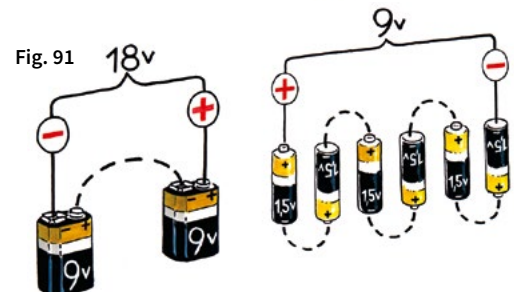

Fig. 91
a) Lors de l'expérience n.72, nous avons vu le contenu d'une pile. Nous avons constaté qu'elle contient 6 éléments. La barre de charbon constitue l'électrode positive, le zinc est l'électrode négative, de même que la solution de sel d'ammoniaque qui constitue l'électrolyte. L'oxyde de manganèse y travaille comme dépolarisant. Les éléments de la pile sont reliés en série. Chaque élément fournit une tension de 1,5V. La pile entière fournit donc $6 \times 1,5 = 9V$ (fig. 91, à gauche).
b) Si nous mettons en série 2 piles (fig. 91, à droite), cet ensemble nous donnera une tension de $2 \times 9 = 18V$.